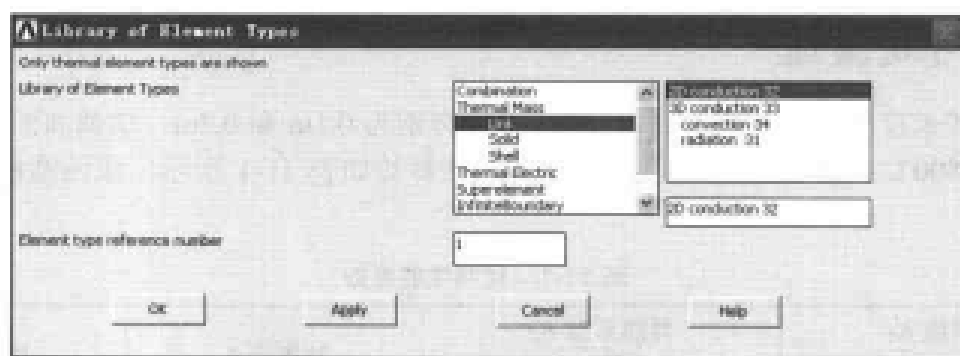

图 11-12 单元类型列表对话框
(1) 选择 Main Menu | Preprocessor | Element Type | Add/Edit/Delete 命令, 出现 Element Type 对话框, 单击 Add 按钮, 出现 Library of Element Types 对话框。
(2) 在 Library of Element Types 的两个列表框中分别选择 Thermal Link、2D conduction 32 选项, 在 Element type reference number 文本框中输入 1, 如图 11-12 所示, 单击 OK 按钮, 关闭该对话框。